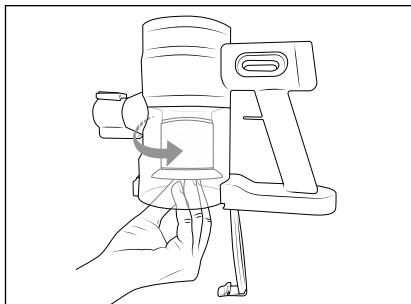

Abb. 15
- 6) Setzen Sie den EdelstahlfILTER **6** und den EPA-Filter **5** wieder in den Staubbehälter **2** und drehen Sie den EPA-Filter **5** gegen den Uhrzeigersinn, bis er fest im Staubbehälter **2** sitzt (siehe Abb. 15).